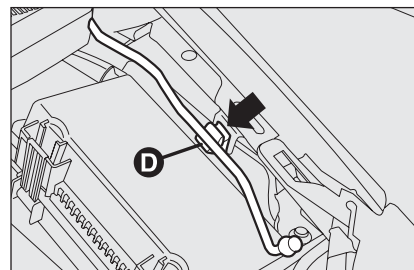
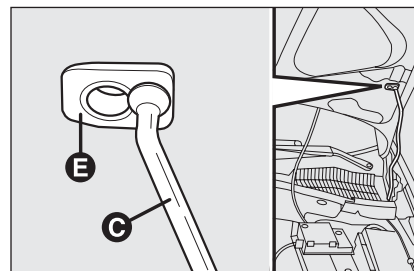

fig. 96
fig. 97
- soulever le capot et en même temps dégager la béquille de maintien **D - fig. 96** de son dispositif de blocage, puis engager l'extrémité **C - fig. 97** de la tige dans l'emplacement **E** du capot.
- tenir le capot soulevé d'une main et de l'autre dégager la béquille **C - fig. 97** du logement **E** et la remettre dans son dispositif de blocage **D - fig. 96** ;